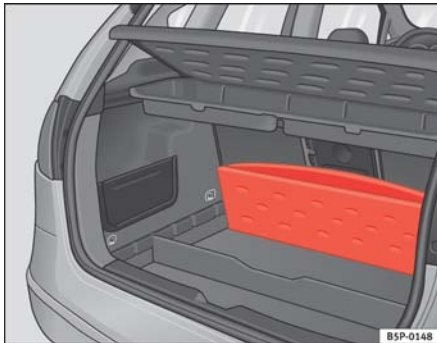

Fig. 94 Tapa maletero plegable
- Levante el piso del maletero y pliérgelo hacia atrás, hasta su totalidad⇒ **fig. 94**.